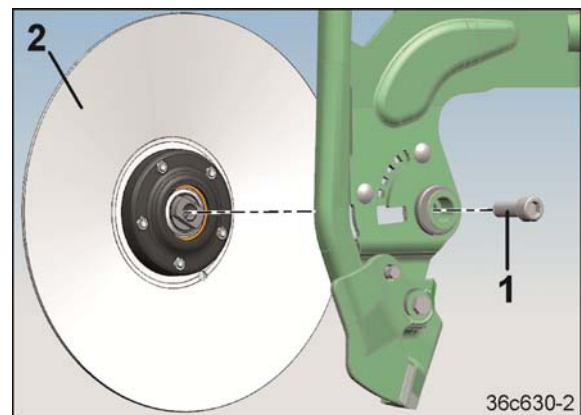

Fig. 308
2. Zylinderschraube 16X 45 (Fig. 308/1) lösen
3. Kolterscheibe (Fig. 308/2) entfernen.
7. Kolterscheibe (Fig. 308/2) montieren.
8. Zylinderschraube 16X 45 (Fig. 308/1) ansetzen und festziehen